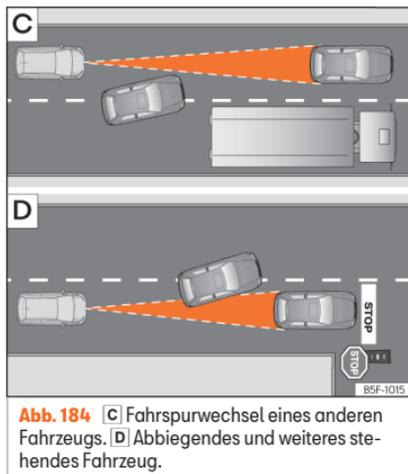

Abb. 184 [C] Fahrspurwechsel eines anderen Fahrzeugs. [D] Abbiegendes und weiteres stehendes Fahrzeug.
- Fahrzeuge, die in geringem Abstand auf die eigene Fahrspur wechseln » » **Abb. 184** [C].
Es ist möglich, dass ACC nicht auf stehende Fahrzeuge reagiert. Wenn z. B. ein von ACC erfasstes Fahrzeug abbiegt oder ausschert und sich vor diesem Fahrzeug ein stehendes Fahrzeug befindet, reagiert ACC nicht auf das stehende Fahrzeug »» Abb. 184 .